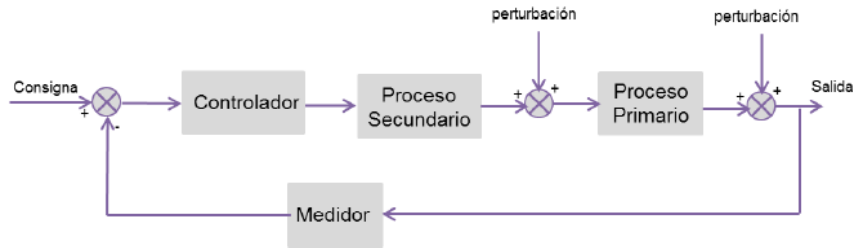

Figura 3.2. Esquema de un sistema de control por retroalimentación.
- Control por retroalimentación: El control por retroalimentación o *feedback* mide la diferencia entre la variable a controlar a la salida y el punto de consigna. La diferencia entre ambos valores corresponde, como se ha mencionado en el apartado 3.1.2., al error u *offset*, el cual se intenta minimizar al máximo. En la figura 3.2. se presenta un esquema de sistema de control por retroalimentación.